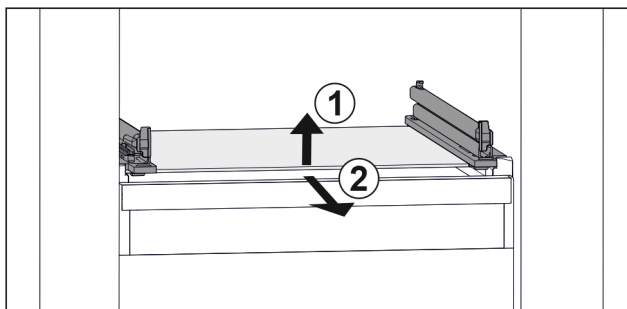

Fig. 176 玻璃隔板例图
- ▶ 抬起玻璃隔板前部。 Fig. 176 (1)
- ▶ 向前取出玻璃隔板。 Fig. 176 (2)